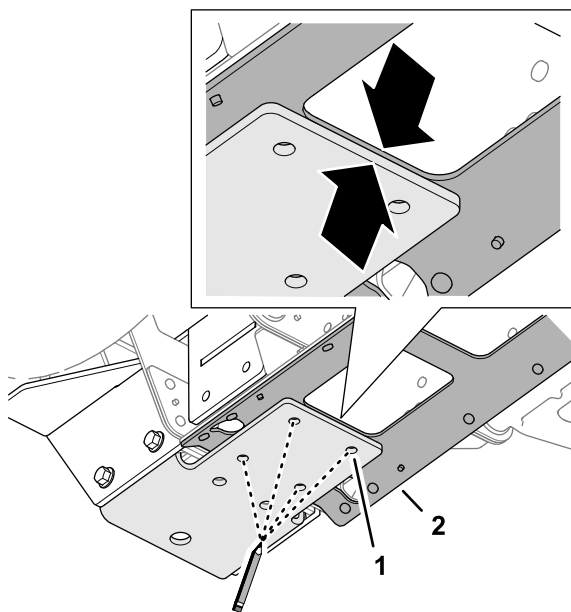

図 50
3. ボトムブラケットの最後端をセンターチャンネルプレートのアクセス開口部の端に合わせる (図 50)。
4. 図 50 に示すように、ボトムブラケットの4つの穴位置をセンターチャンネルプレート上にマークする。